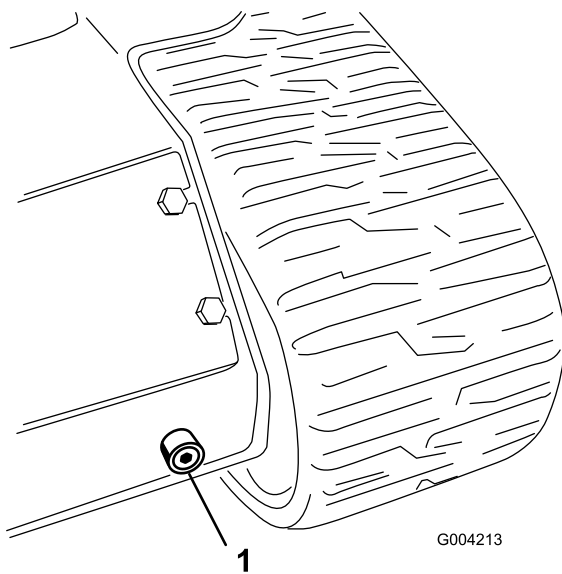

Рисунок 57
6. Разместите большой дренажный поддон (емкостью 15 галлонов США) под дренажной пробкой в передней части тягового блока (Рисунок 57).
7. Снимите сливную пробку и дайте маслу стечь в поддон (Рисунок 57).